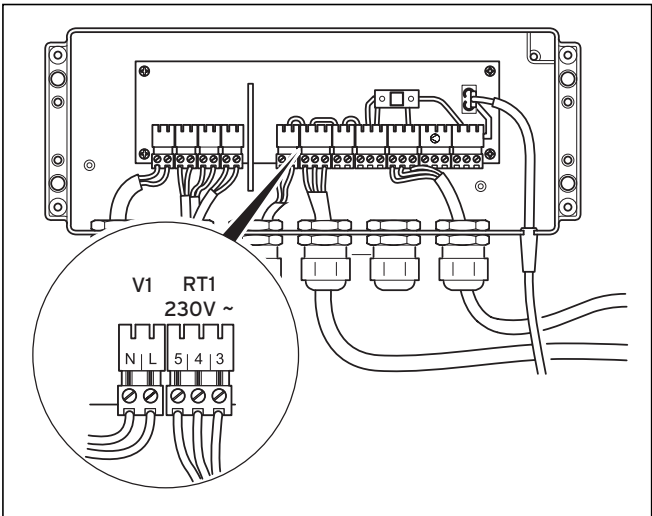

Fig. 5.9 Collegamento della centralina per la temperatura ambiente e motore delle valvole di zona
- Collegare i cavi di collegamento ai relativi morsetti a vite del sistema ProE come illustrato nella fig. 5.9.